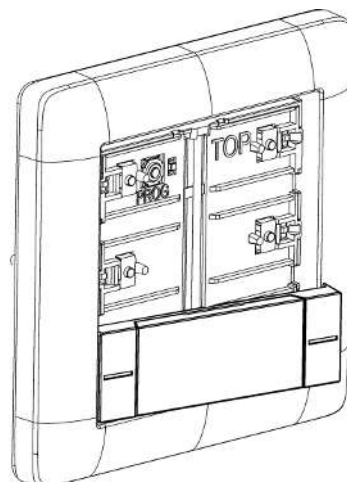

Bild 6: Placera vippkontakt på sidan
- Placera vippkontakt på sidan (se bild 6).